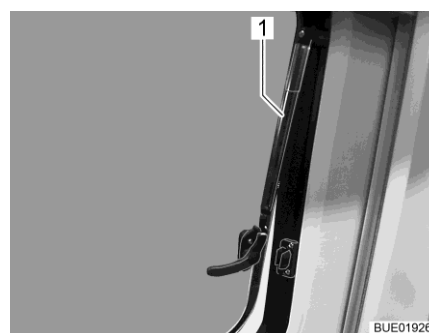

Fig. 20 Finestra apribile con deflettore automatico
- Aprire la finestra apribile fino alla posizione desiderata. Fissare la finestra apribile facendo innestare autonomamente il deflettore automatico (Fig. 20,1).